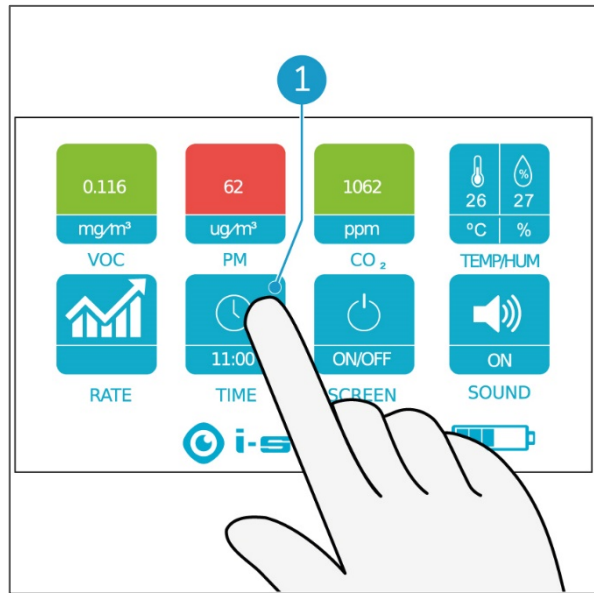

Figure 20
1. Touchez du doigt le bouton TIME (Figure 20, position 1).